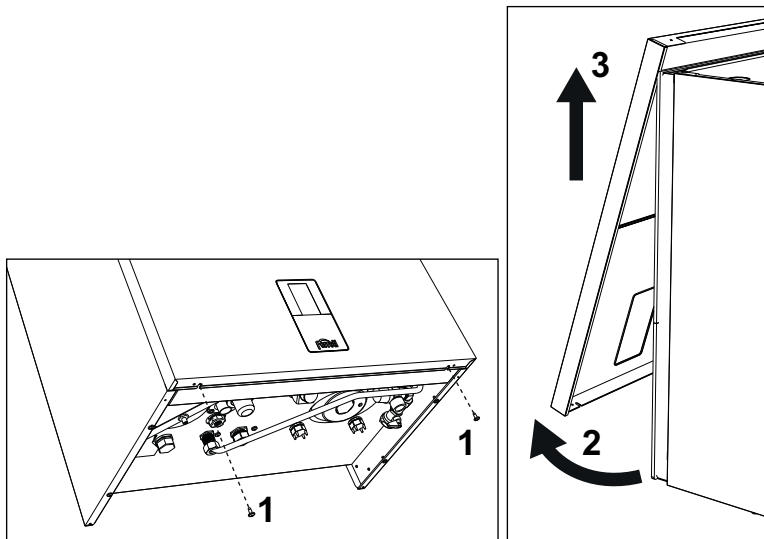

fig. 41 - Apertura pannello frontale
1. Svitare le viti "1" (vedi fig. 41).